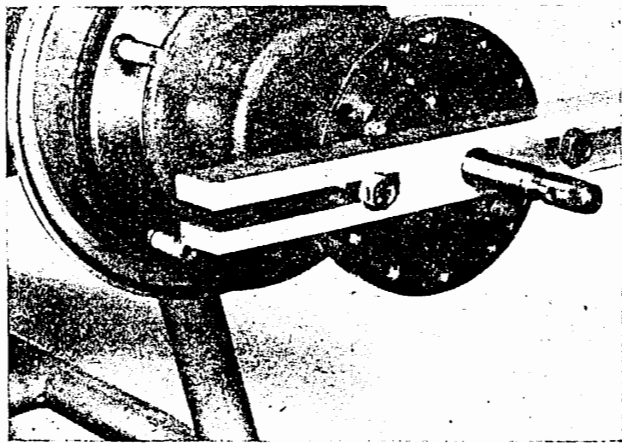

Bild H 37. Aufdrücken der Radnabe
3. Vormontierte Radnabe auf das Achsrohr mit Vorrichtung aufdrücken (Bild H 37).